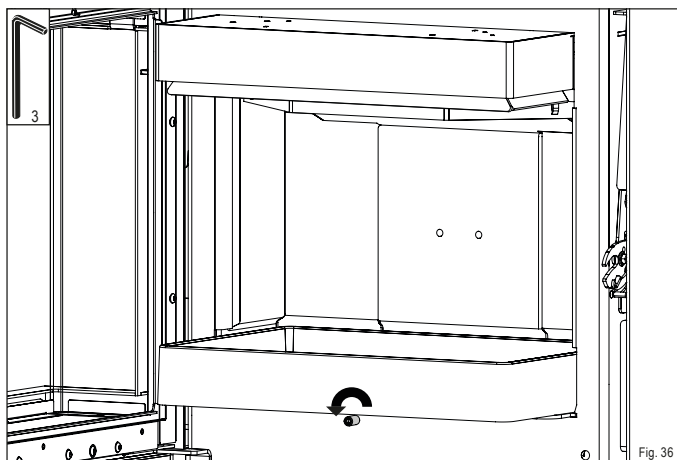

Fig. 36
- ▶ Desserrez la vis sans tête de maintien de la sole foyer (Fig. 36).